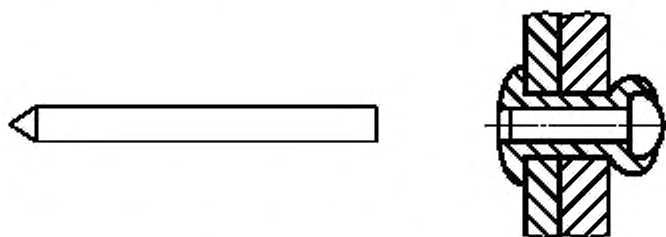

Рисунок 8 — Вытяжной сердечник с заданной точкой разрыва
2.2.1.5 вытяжной сердечник с заданной точкой разрыва (structural flush self-plugging break pull mandrel): Сердечник, который после установки заклепки отрывается у головки заклепки (рисунок 8).